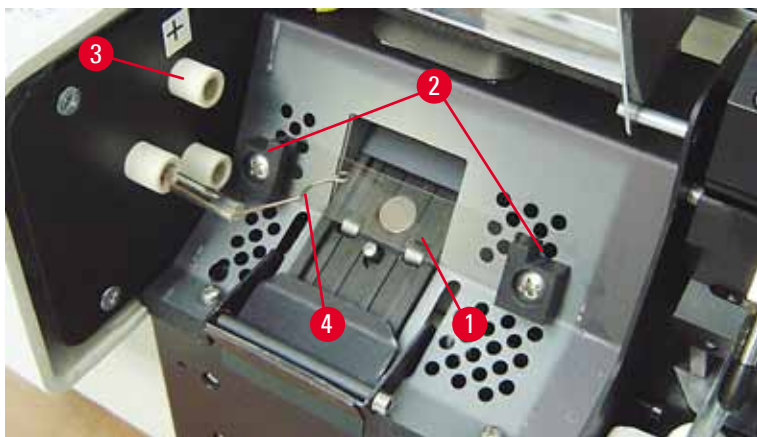

Fig. 17
5. Kontrollera att kontaktfjäders (→ "Fig. 16-2") lossar från lampans tändtråd (→ "Fig. 17-4") (Se även (→ "Fig. 17") och (→ "Fig. 18-1"))).